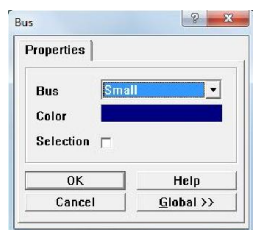

图 4.31 Bus 属性对话框
(1) 执行绘制总线的命令，有三种方法：
- ① 执行菜单命令 Place/Bus。
- ② 按下 **P** 键，松开后按下 **B** 键。
- ③ 用鼠标左键单击 Wiring 工具栏中的  按钮。
(2) 此时，光标将变成十字状，系统进入“画总线”状态。与画导线的方法相同，将光标移到合适的位置，单击鼠标左键，确定总线的起点，然后开始画总线。
(3) 移动光标拖动总线线头，在转折位置单击鼠标左键确定，每转折一次都需要单击一次。当到达总线末端时，再次单击鼠标的左键确定总线的终点。
(4) 单击鼠标右键，或按 **Esc** 键，结束此条总线的绘制过程。
(5) 画完一条总线后，系统仍处于“绘制总线”状态。此时单击鼠标右键或按 **Esc** 键，光标从“十”字状还原为箭头。
(6) 双击已放置的总线，弹出 Bus (总线) 属性对话框，如图 4.31 所示。